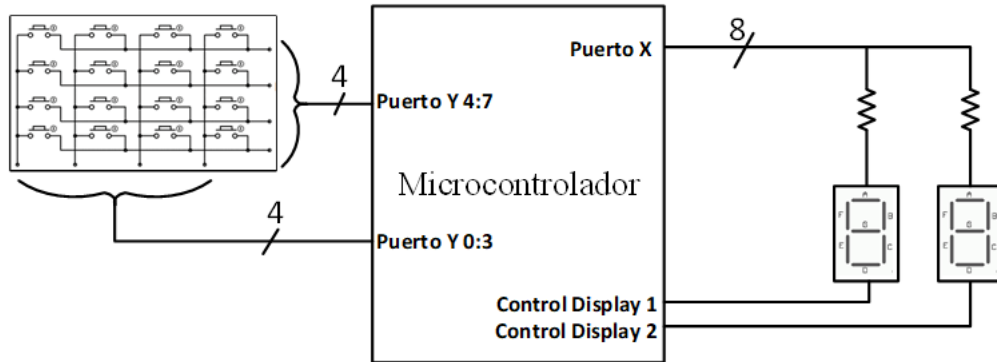

Figura 5. Diagrama de bloques para el circuito *multiplexor I_O*.
1. Escribir el programa para el microcontrolador de la Figura 5, considerando:
2. Desarrollar la simulación del circuito (de acuerdo al diagrama de bloques, Figura 5), tomando en cuenta los siguiente: